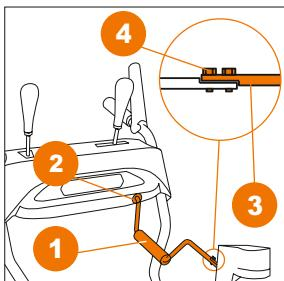

Рис. 9
- ё Вставьте один конец рукоятки поворота желоба (1) в отверстие (2) на панели оператора (Рис. 9).
- ё Соедините второй конец рукоятки с поддерживающей штангой (3) с помощью двух болтов (4) (Рис. 9).